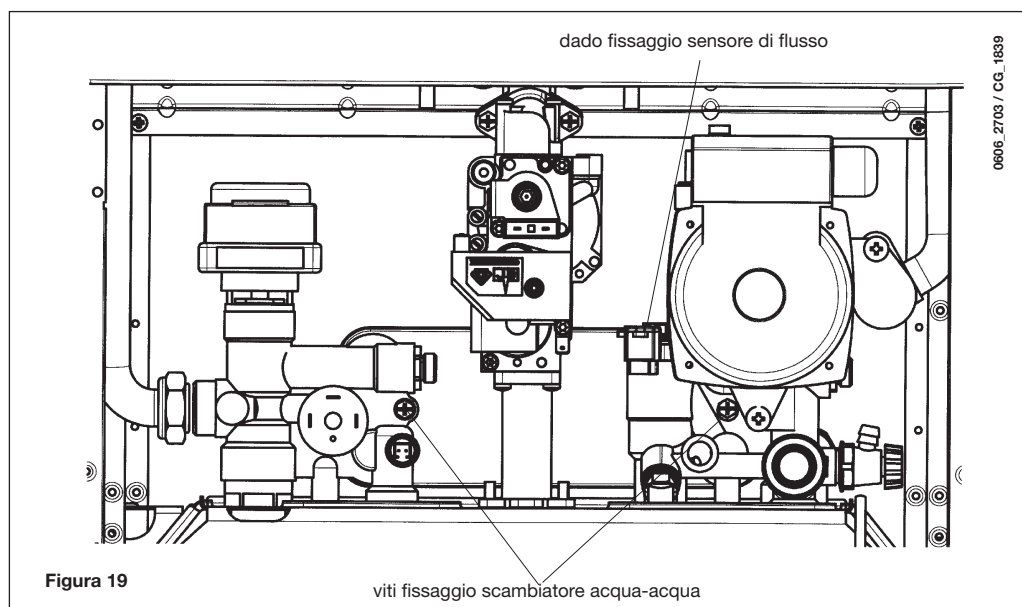

Figura 19
- Svitare il dado presente sul gruppo sensore di flusso (figura 19).